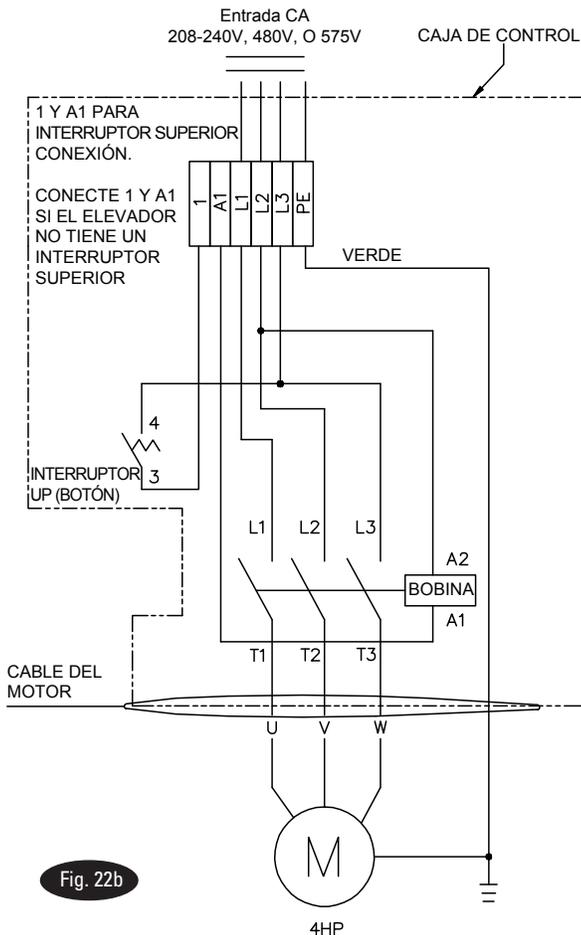

Fig. 22b
**IMPORTANTE:** Utilice circuitos separados para cada unidad de alimentación. Proteja cada circuito con fusibles de acción retardada o interruptores automáticos. Para monofase de 208-230V, utilice fusible de 20 amp. Trifase de 208-240V, utilice fusible de 20 amp. Para trifase de 400V (\*Modelo E) y superior, utilice fusible de 10 amp. Para trifase de 380V (\*Modelo S) utilice fusible de 16 amp. Para el cableado, consulte la Fig. 21, Fig. 22, y Fig.22b. Todo el cableado debe cumplir con el NEC y con los códigos locales.
16. Interruptor superior: Revise el ensamblaje del interruptor superior para asegurar que la barra del interruptor esté presionando el émbolo del interruptor suficientemente para activar el interruptor. El interruptor superior está cableado normalmente abierto, vea la Fig 21, Fig. 22 y fig. 22b. El elevador no funcionará hasta que el peso de la barra del interruptor presione el émbolo del interruptor. Compruebe que la Unidad de Energía deje de trabajar cuando la barra del interruptor esté levantada, y reinicie cuando la barra sea liberada.